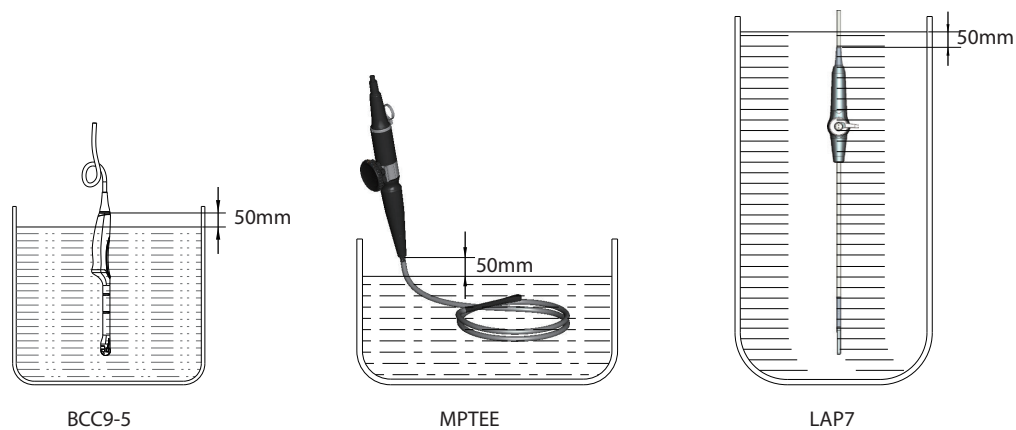

Рисунок 11-3 Погружение датчика
4. Погрузите датчик в чистящий раствор, как показано на Рисунок 11-3. В качестве примеров представлены внутриполостной датчик BCC9-5, MPTEE и интраоперационный датчик LAP7.